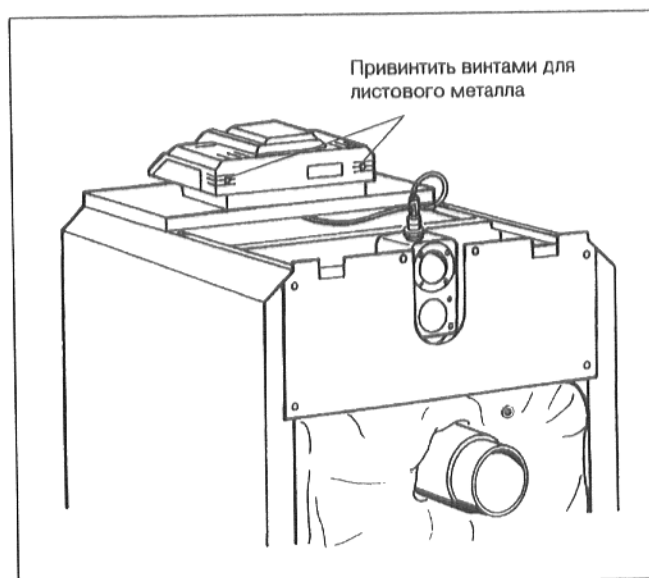

рис. 42
- Привинтить крышку клеммной колодки к цоколю устройства регулирования двумя винтами для листового металла (рис. 42).